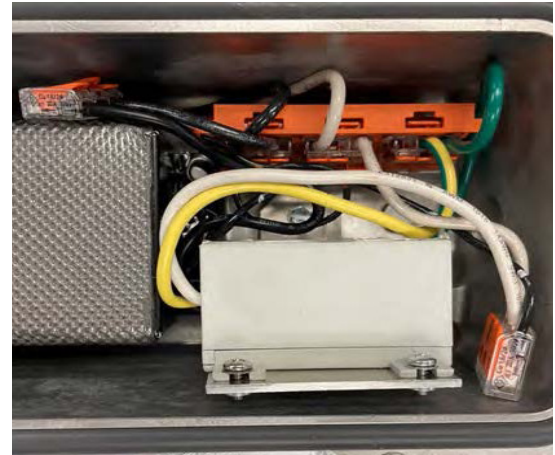

Figura 2: Conexiones de cableado de entrada del módulo de sobretensión
2. Localice las conexiones de los terminales con el módulo de sobretensión (consulte la Figura 2) y desconéctelas, comenzando por la línea (negra). Luego, el neutro (blanca) y, finalmente, la conexión a tierra (verde/amarilla).